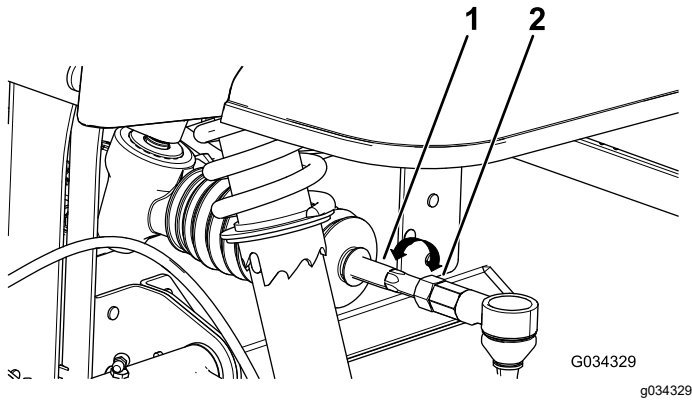

Bild 55
- Wenn der Wert nicht zwischen $0 \text{ mm} \pm 3 \text{ mm}$ liegt, lösen Sie die Klemmmuttern am äußeren Ende der Spurstangen (**Bild 55**).